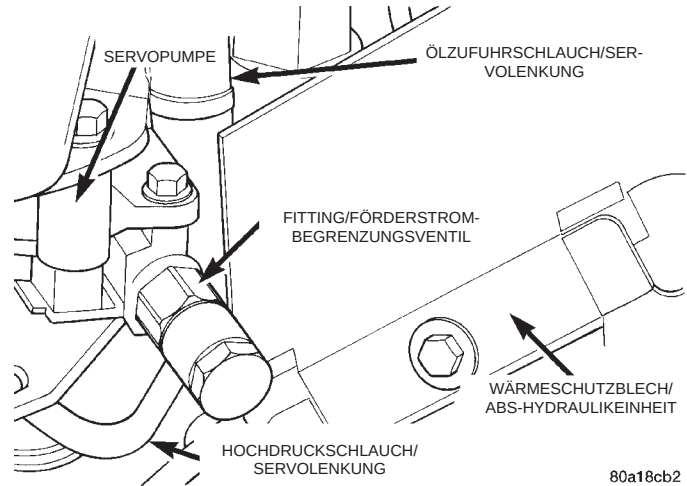

**Abb. 5 Hochdruckschlauch der Servolenkung**
(1) Hochdruckschlauch von der Servopumpe abbauen (Abb. 5).
(4) Hochdruckschlauch am Fitting des Förderstrom-Begrenzungsventils anschließen (Abb. 5). Die Hohl-schraube mit einem Anzugsmoment von 34 N·m (25 ft. lbs.) festziehen.